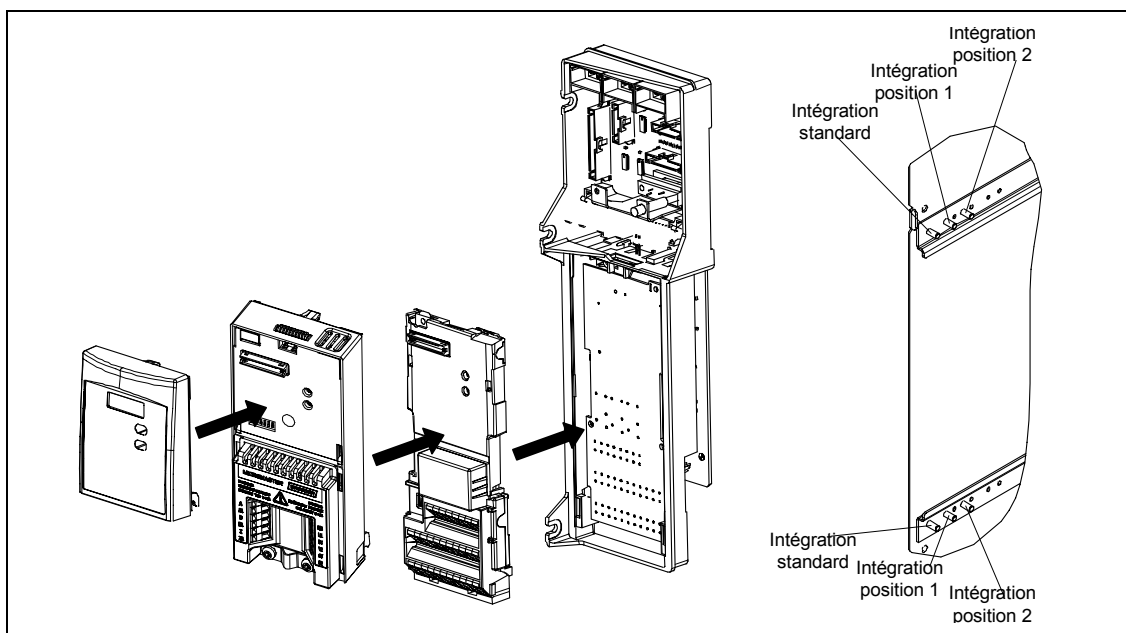

Figure 2-7 Montage d'option pour la boîte électronique (exemple : module d'évaluation de générateur d'impulsions)
- Visser la boîte électronique dans la position de montage correcte conformément à la Figure 2-7.